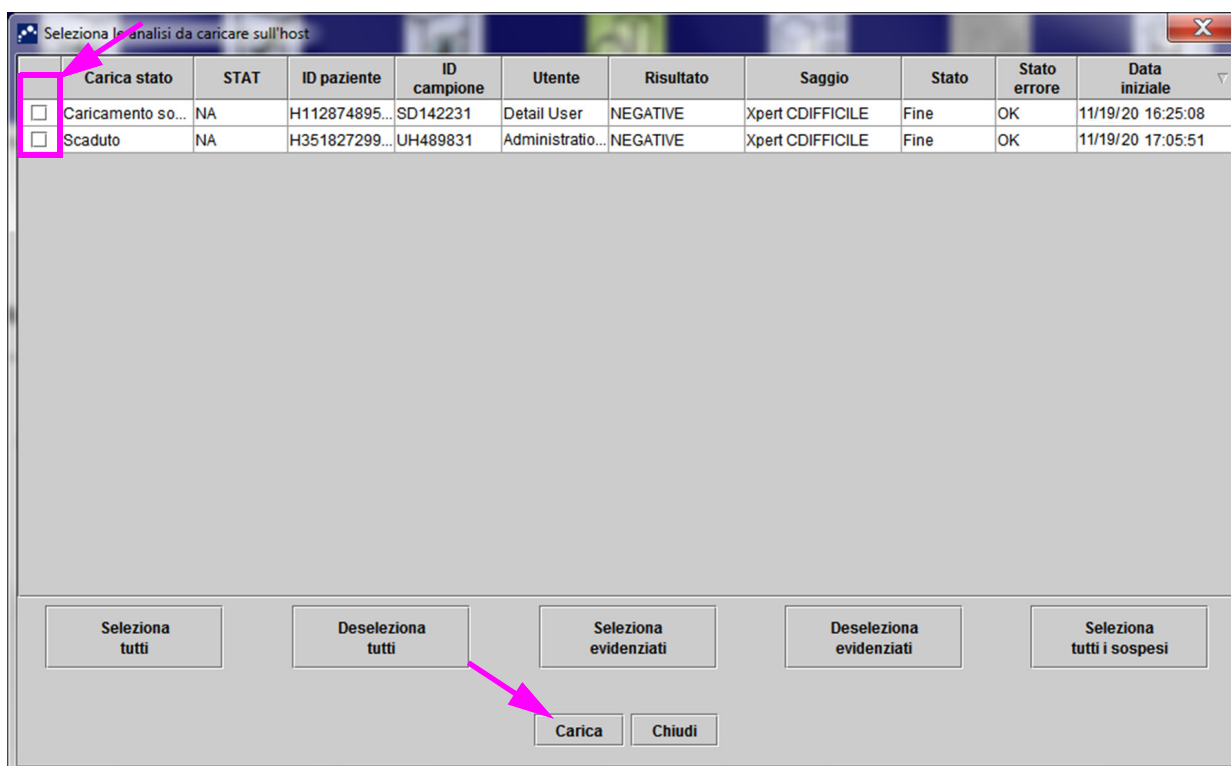
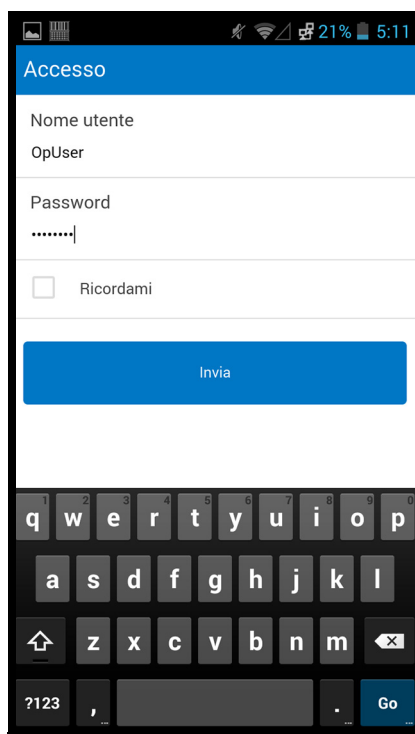

Figura 5-100. Finestra Seleziona le analisi da caricare sull'host
Figura 5-101. Schermata di login del lettore di codici a barre Cepheid Link
3. Accedere al lettore di codici a barre Cepheid Link utilizzando il nome utente e la password assegnati (vedere la Figura 5-100). Comparirà la schermata Scan Sample (Esegui la scansione del campione). Vedere la Figura 5-101.
- 1) Toccare l'area **Codice a barre** della schermata (vedere la Figura 5-101). Comparirà una tastiera (vedere la Figura 5-104) che consente di immettere manualmente l'ID del campione.
- Se invece l'appaiamento non va a buon fine, comparirà la schermata rossa con una x bianca, accompagnata da un messaggio di errore (vedere la Figura 5-107 per un esempio). Toccare il pulsante **Ok** per ritornare alla schermata Scansione cartuccia. Il lettore di codici a barre ritornerà alla schermata Scansione campione (vedere la Figura 5-101).
- Sul lettore di codici a barre comparirà la schermata Conferma (Conferma) (vedere la Figura 5-109), se le aliquote non sono richieste e se è abilitata l'opzione Conferma, oppure ritornerà alla schermata Scansione campione (vedere la Figura 5-101).
- Toccare **Ricomincia** per non eseguire la scansione dell'aliquota e ritornare alla schermata Scansione campione. Vedere la Figura 5-101. Dopo aver toccato il pulsante **Ricomincia** comparirà una schermata di conferma.
- Se il saggio è impostato per aliquote ma il campione non è stato suddiviso in aliquote, toccare **Salta** per saltare la scansione di un'aliquota. Sul lettore di codici a barre comparirà la schermata Conferma (vedere la Figura 5-109), se le aliquote non sono richieste e se è abilitata l'opzione Conferma, oppure ritornerà alla schermata Scansione campione (vedere la Figura 5-101).
- Toccare **Ricomincia** per non eseguire la scansione dell'aliquota e ritornare invece alla schermata Scansione campione (vedere la Figura 5-101). Dopo aver toccato il pulsante **Ricomincia** comparirà una schermata di conferma.
7. **(Facoltativo)** Sul lettore di codici a barre comparirà la schermata Conferma (vedere la Figura 5-109), se abilitata, oppure ritornerà alla schermata Scansione campione (vedere la Figura 5-101).
8. Se compare la schermata Conferma, toccare **Ricomincia** per andare alla schermata Scansione campione. Vedere la Figura 5-101.
10. Una volta eseguita la scansione di tutti i campioni e tutte le cartucce, disconnettersi da Cepheid Link. Accedere al menu del lettore di codici a barre toccando l'icona del menu nel menu a discesa (vedere la Figura 5-101). Verrà visualizzato il menu del lettore di codici a barre. Vedere la Figura 5-110.
12. Nella finestra di dialogo Disconnessione, toccare OK per disconnettere il lettore di codici a barre (vedere la Figura 5-111). Comparirà la schermata Accesso. Vedere la Figura 5-100.